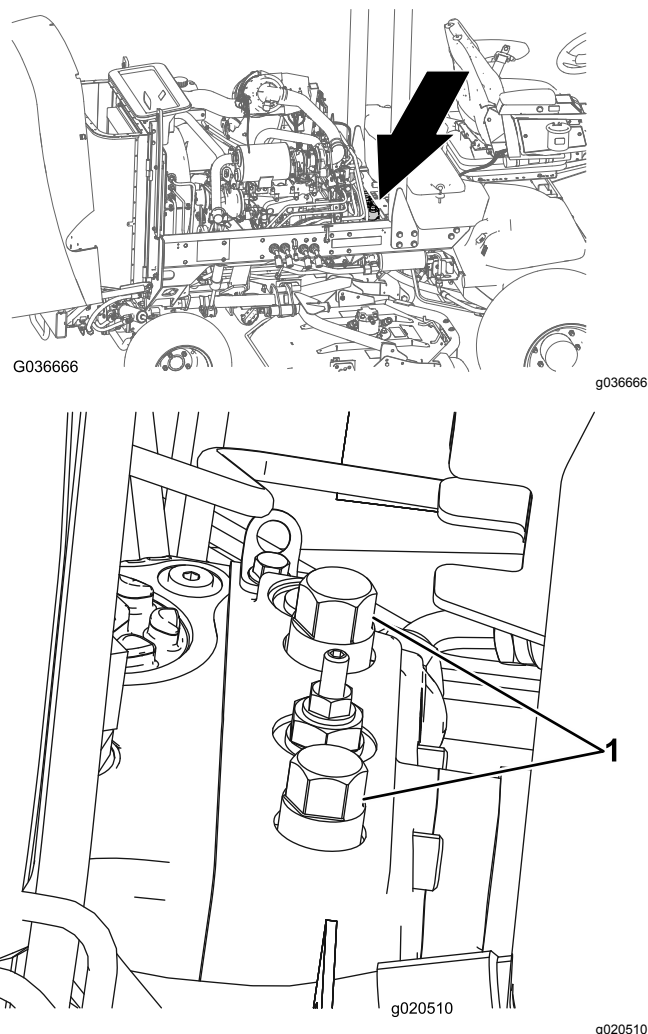

Figura 25
1. Abra o capot e localize as válvulas de distribuição (Figura 25) na parte superior da bomba, por detrás das caixas da bateria/armazenamento.